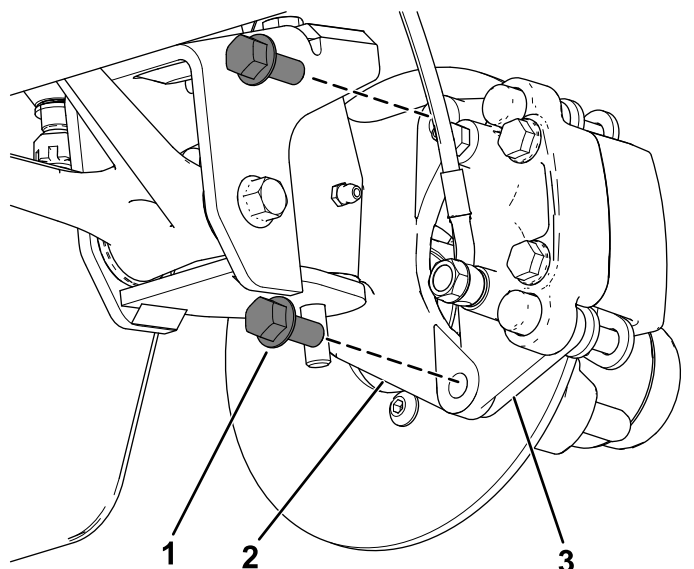
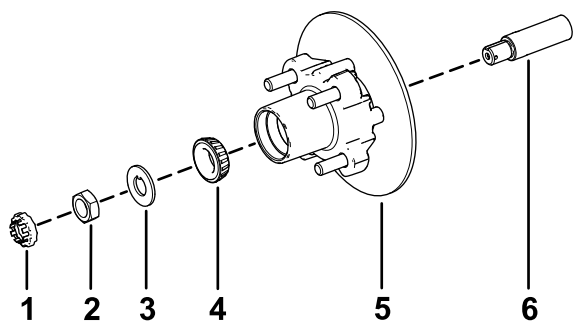

Figura 35
Figura 39
3. Îndepărtați uruburile cu guler ($\frac{3}{8} \times \frac{3}{4}$ ") care fixează suportul pentru ansamblul frânei pe ax și separați frâna de ax (Figura 35).
- Aplicai un strat subire de lubrifiant specificat pe ax (Figura 39).
- Montai butucul i rotorul pe ax, cu rotorul în interior (Figura 39).
- Montai rulmentul exterior pe ax i aezai rulmentul pe calea de rulare exterioară (Figura 39).
- Montai aiba de sigurană pe ax (Figura 39).
- Înfiletai piulia pe ax i strângei-o la un cuplu de 15 N·m, în timp ce rotii butucul pentru a fixa rulmentul (Figura 39).
- Aliniați plăcuțele de frână de o parte i de alta a rotorului (Figura 35) i orificiile din suportul etrierului cu orificiile din suportul de frână al cadrului axului (Figura 39).
- Fixai suportul etrierului pe cadrul axului (Figura 35), utilizând cele 2 uruburi cu guler ($\frac{3}{8} \times \frac{3}{4}$ "). Strângei cele 2 uruburi cu guler la un cuplu de 47 - 54 N·m.